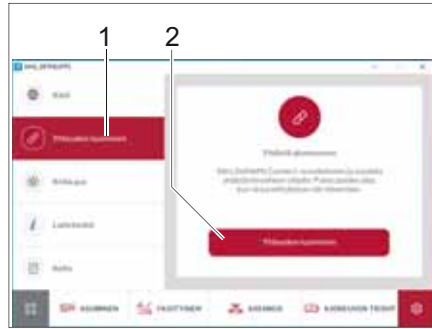

Bild 287 Anslutning med EHG-display
- Klicka på knappen *Anslutning* (Bild 287,1). En instruktion visas hur mobiltelefonen ansluts till fordonet.
- Klicka på knappen *Anslut* (Bild 287,1). Fordon och mobiltelefon är nu ihopkopplade.